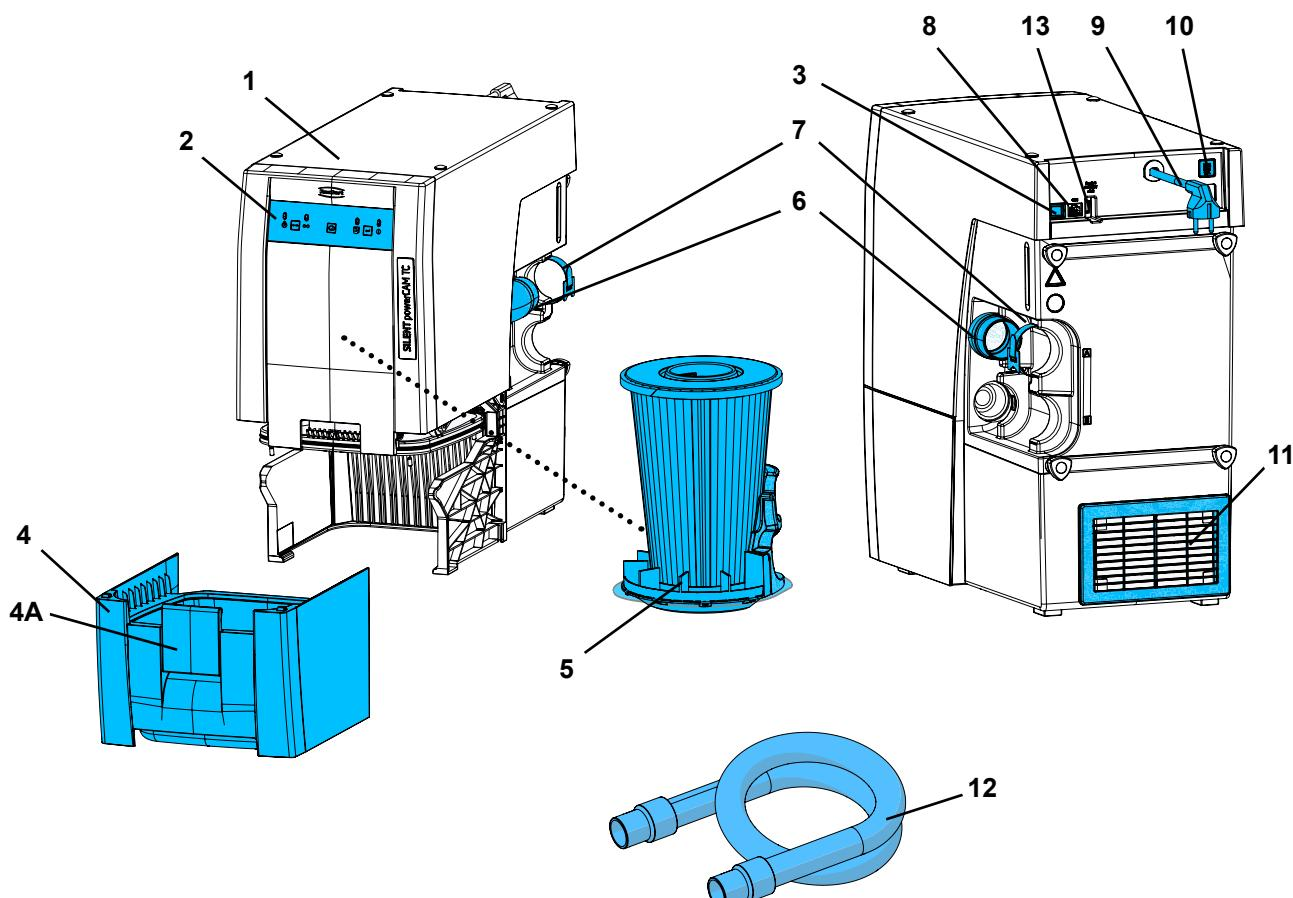

Fig. 1
- L'évacuation de l'air rejeté (11, fig. 1) ne soit pas entravée.
- Conduite externe d'évacuation d'air (A) (voir chap. 4.6).
- Ouverture d'au moins 250 x 120 mm dans le panneau arrière de l'armoire (B), directement en face de l'évacuation de l'air rejeté (11, fig. 1).
- Enlever le panneau arrière de l'armoire (C), espace entre le dos de l'armoire et le mur : min.50 mm.
⇒ Éteindre l'appareil en appuyant sur le commutateur marche/arrêt (3, fig. 1).
⇒ Détouler le câble secteur (9, fig. 1) et brancher la fiche secteur dans la prise de courant du bâtiment.